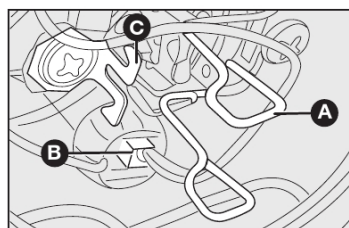

fig. 27
- 2) Soltar o conector **B-fig. 27**;
- 3) Apertar para baixo a presilha **A-fig. 27**, abrindo-a lateralmente para soltá-la da trava **C-fig. 27**;
- 5) Posicionar a nova lâmpada em seu alojamento, reenganchar a presilha de fixação **A-fig. 27** e encaixar o conector **B-fig. 27**;